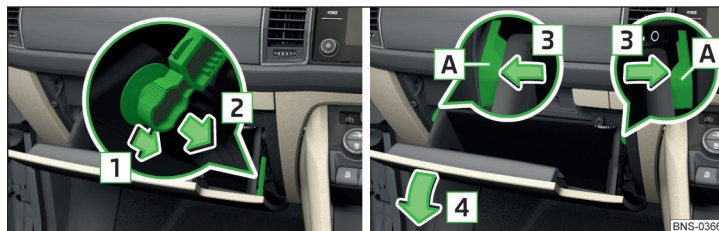

Fig. 366 Torpedoul de pe partea pasagerului față
- Deblocați tija de blocare în sensul săgeții **1** și desprindeți-o în sensul săgeții **2** » fig. 366.